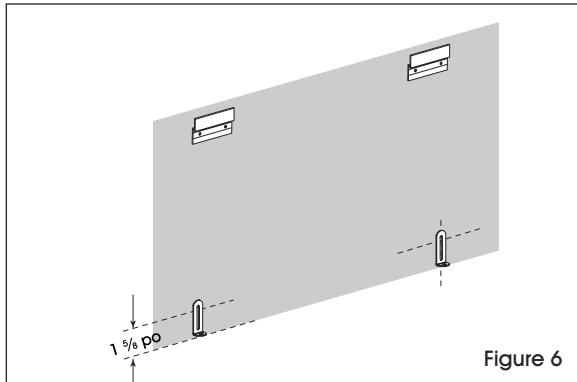

Figure 6
- Avec le tableau suspendu par les supports du haut, aligner les supports en équerre sur les trous prépercés (situés au bas du cadre) et marquer la position. (Voir Figure 6)